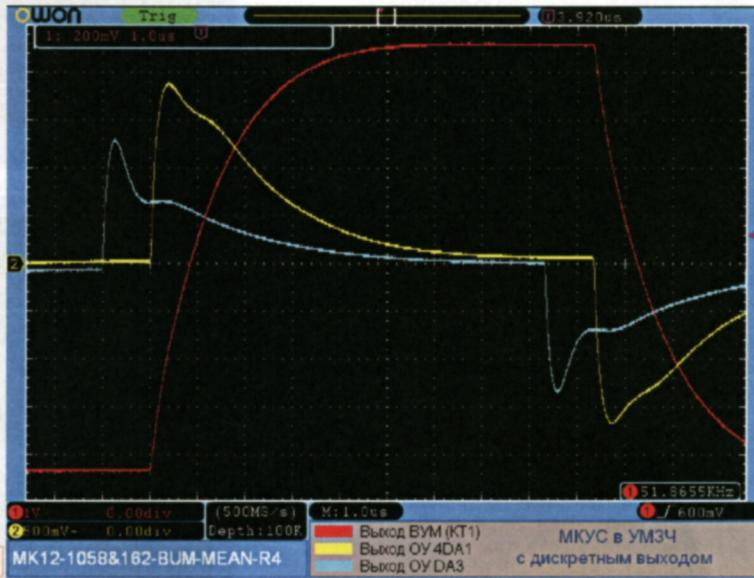

Рис. 8
Результаты измерений некоторых параметров УМЗЧ представлены осциллографами, полученные на основе скринов (фото) с осциллографа OWON DS7102V. Сокращённые обозначения в названии конкретного графического файла (на рис. 8—15 в левом нижнем углу) характеризуют соответствующий режим измерений. Соответственно MK12 — версия усилителя, цифровой индекс 5200&1943 или 1058&162 указывает на тип выходного каскада в измеряемом усилителе, т. е. ВУМ1 (см. рис. 6) или ВУМ2 (см. рис. 7), а обозначения PUS или BUM соответствуют измерениям в блоке ПУС или ВУМ. Обозначения SIN или MEAN характеризуют режим измерений при подаче на вход УМЗЧ синусоидального сигнала (20 кГц) или сигнала "мейндр" (50 кГц). Обозначения RX или R4 в конце файла характеризуют режим измерений для УМЗЧ без нагрузки (RX) или с подключённой нагрузкой сопротивлением 4 Ом (R4).